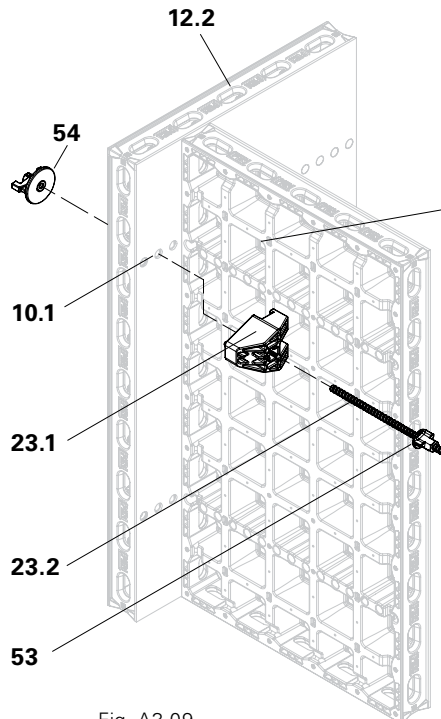

Fig. A3.09
- connettore d'angolo DUO (Fig. A3.09).
Il connettore d'angolo DUO viene utilizzato per collegare pannelli perpendicolari. Il pannello accostato a 90° deve essere un pannello jolly DMP. (Fig. A3.09)